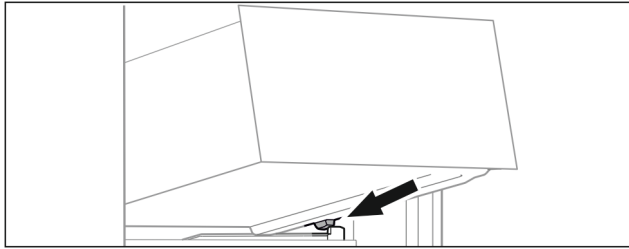

Fig. 63
- ▶ Coloque el cajón inclinado detrás de los topes sobre la nervadura para recipientes. (consulte Fig. 63)